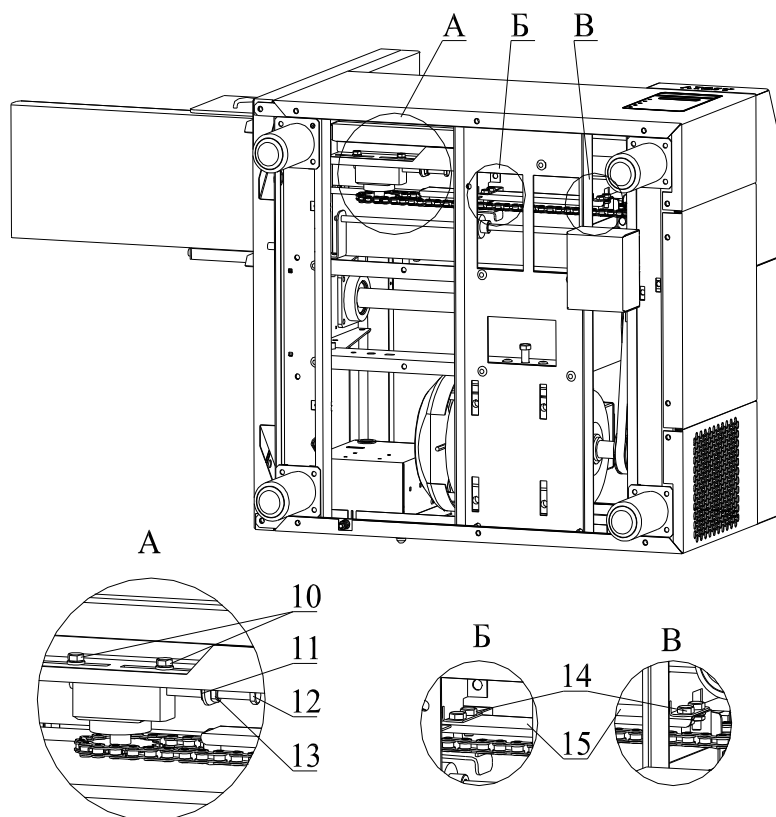

Рис.7
7.3. Натяжение цепи (рис.7)
7.4. Регулировка направляющей цепи (рис.7)